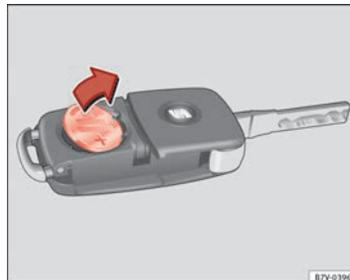

Fig. 44 Llave del vehículo: retirar la pila. ▶
- Extraiga la pila del compartimento con un objeto fino adecuado ⇒ fig. 44.
- Coloque la nueva pila en el compartimento, presionándola tal como se muestra ⇒ fig. 44, en sentido contrario a la flecha ⇒ .